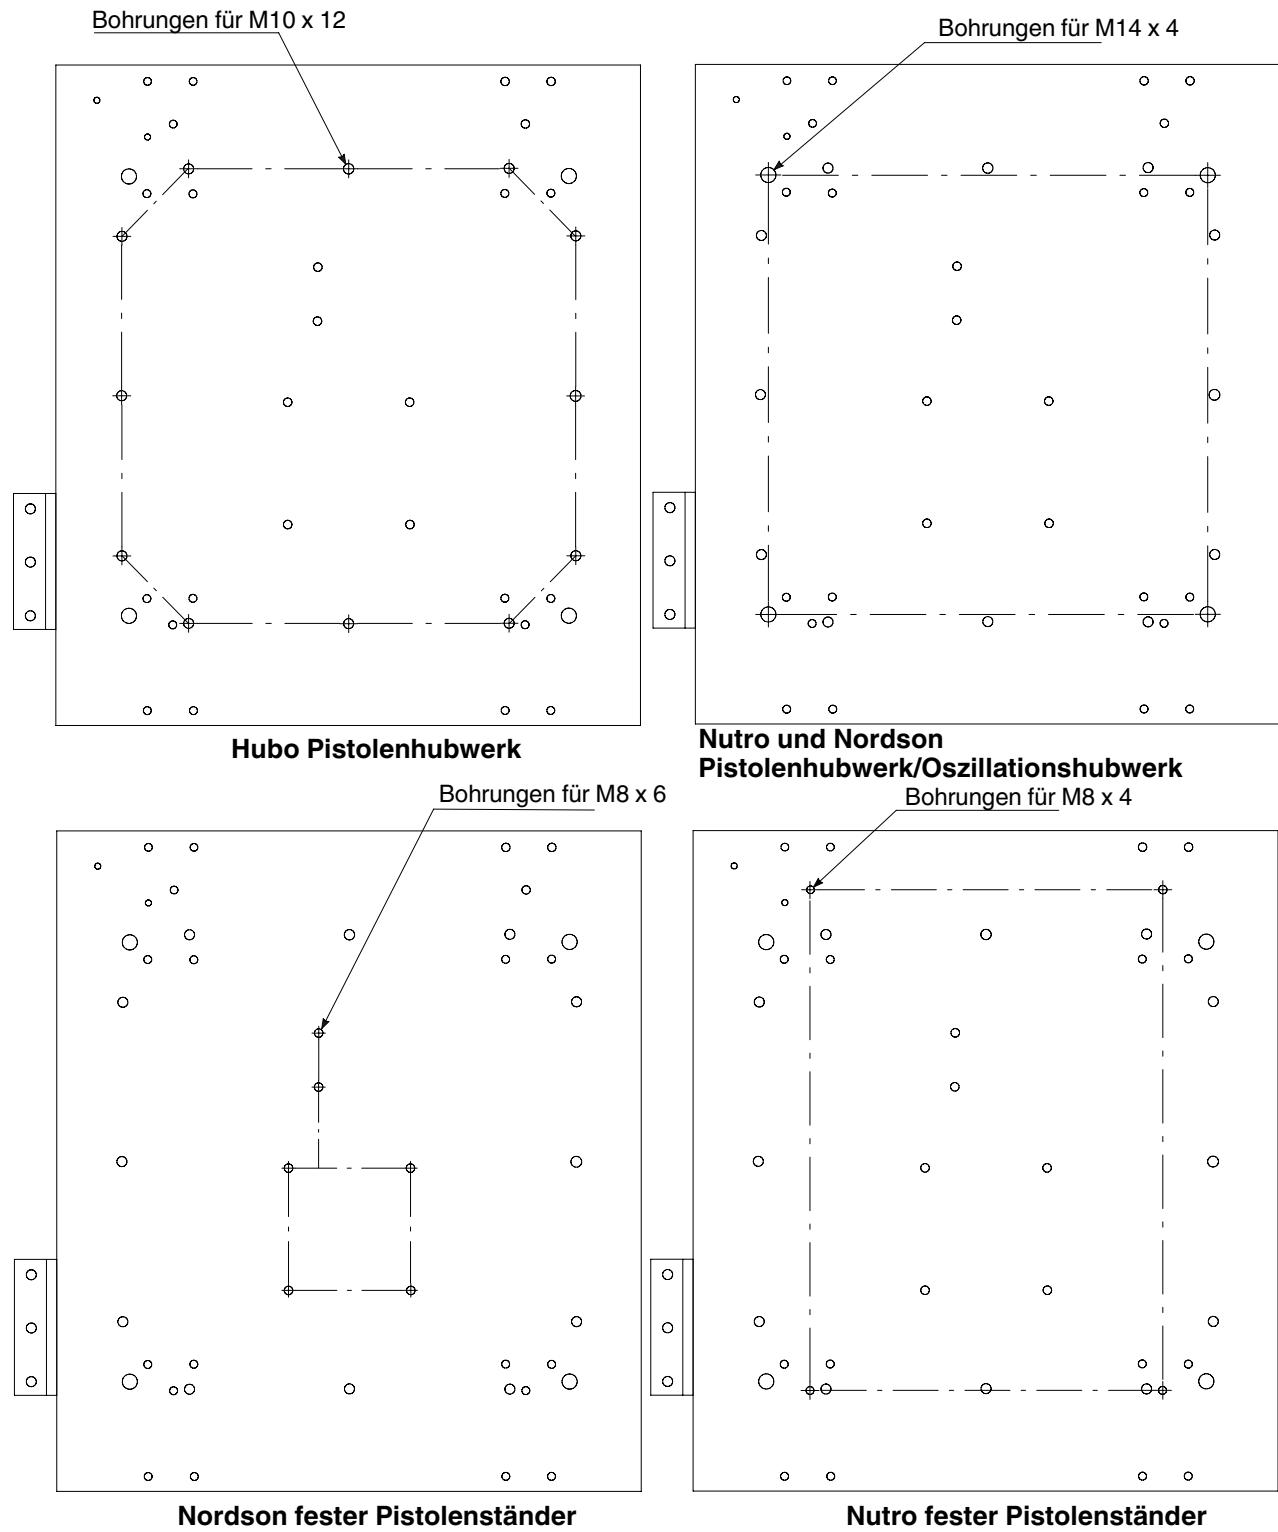

Abb. 5 Bohrungsmuster am Wagen
2. Siehe Abbildungen 4 und 5. Mit geeignetem Hebezeug vorsichtig das Pistolenhubwerk, Oszillationshubwerk oder den festen Pistolenständer (1) am Wagen (2) installieren und mit geeigneten Sechskantschrauben, Sicherungsringen und Unterlegscheiben am Wagen verschrauben. Abb. 5 zeigt die Muster der Wagenbohrungen für verschiedene feste Pistolenhalter, Oszillationshubwerke und Pistolenhubwerke.
4. Die Positioniererbasis (3) mit M10 x 75 Ankerschrauben (4) am Boden verschrauben.
5. Um einen geschützten Pfad für Hubwerkkabel zu schaffen, den Kabelträger (8) und die Abdeckung (7) wie folgt am Positionierer installieren:
- a. Die Deckplatte (9) oben vom Antriebsgehäuse abnehmen.
- c. Die Kabelträgerhalterung (6) wie gezeigt am Positionierewagen befestigen, dann das unbefestigte Ende des Trägers an der Halterung verschrauben.